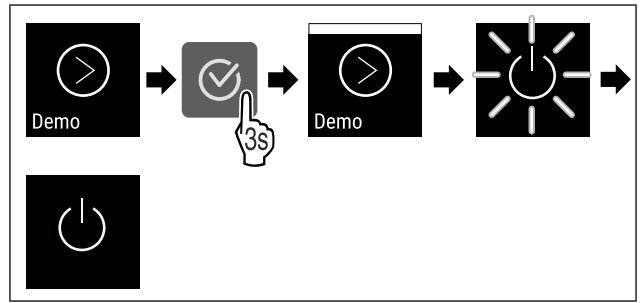

Fig. 110
- ▶ Efectuați pașii de acțiune (vezi Fig. 110).